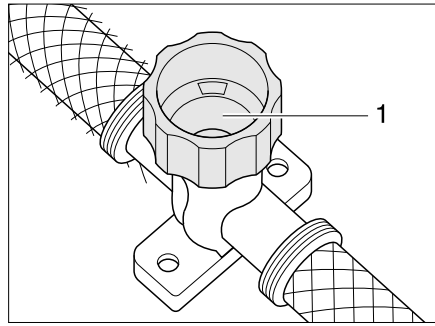

Bild 128 Ablasshahn für Therme
- Ablasshahn schließen. Dazu Kappe (Bild 128,1) im Uhrzeigersinn drehen.
- Ablasshahn der Therme öffnen. Dazu Kappe (Bild 128,1) entgegen dem Uhrzeigersinn drehen.